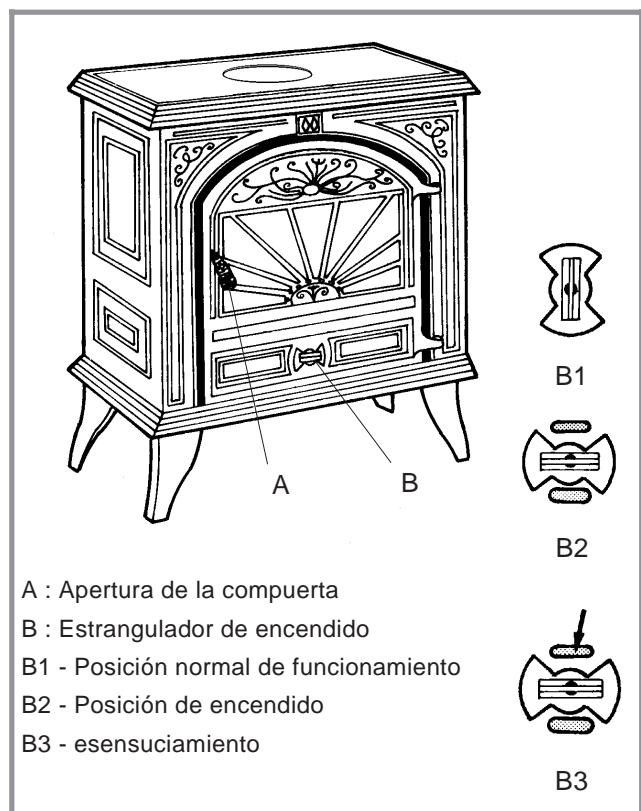

Fig. 9 - Órganos de maniobra
- insertar el atizador en la apertura de arriba (fig. 9 - B3)